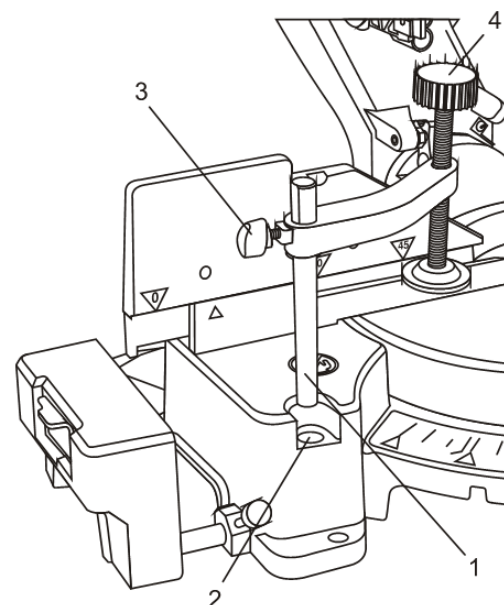

Fig. 5
1. Insérez la tige de serrage de maintien (1) dans le trou de la tige de serrage (2) situé dans le coin avant gauche de la base (Fig. 5).